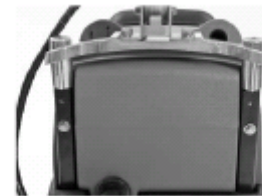

Рис. 1
- Открутите болты, при помощи которых бак крепится к рукоятке (Рис. 1).